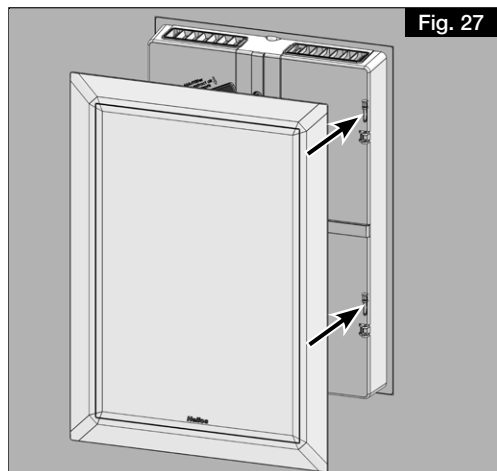
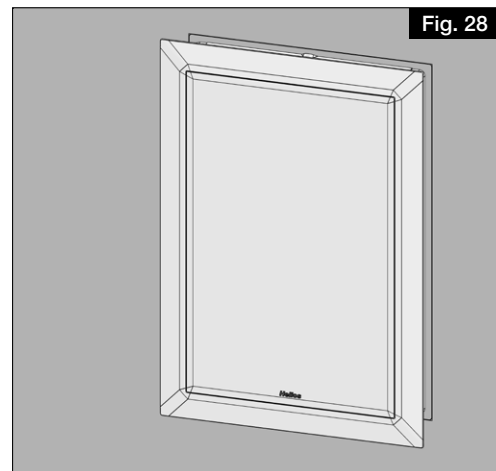

Fig. 27
Fig. 28
9. Fixer la grille à l'aide des clips de fixation au cadre (voir Fig. 27, Fig. 28). Les clips de fixation sont fournis dans un emballage individuel.